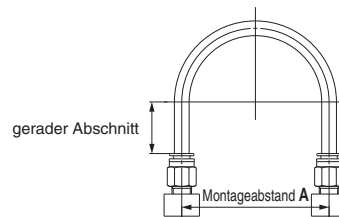

Abb. 1 Empfohlene Leitungsverlegung
1. Achten Sie bei der Installation von Leitungen an der Steckverbindung, dass der Schlauch ausreichend lang ist und locker verlegt wird. Beachten Sie dabei die empfohlenen Bedingungen für die Leitungsverlegung in Abb. 1.